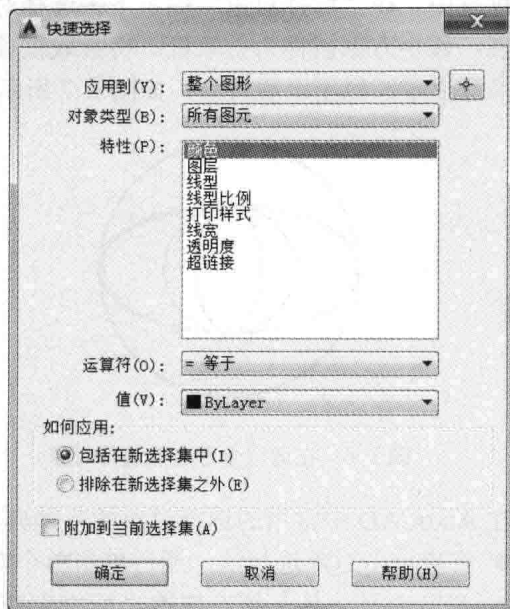

图 1-9 “快速选择”对话框
- 使用 QSELECT 命令根据过滤条件创建选择集:在命令窗口的“输入命令”提示下输入“QSELECT”并按〈Enter〉键,或者在功能区“默认”选项卡的“实用工具”面板中单击“快速选择”按钮 ,弹出图 1-9 所示的“快速选择”对话框。分别利用该对话框的“应用到”下拉列表框、“对象类型”下拉列表框、“特性”列表框、“运算符”下拉列表框、“值”下拉列表框和“如何应用”选项组来指定组合的选择过滤条件,以根据该过滤条件从整个图形创建选择集,或者将过滤条件应用于用户指定的对象集(需要单击位于“应用到”下拉列表框右侧的“选择对象”按